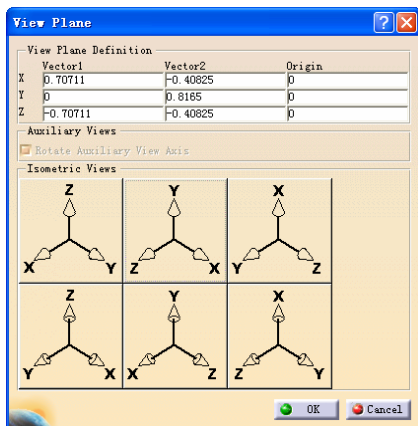

图 6-152
② 如图 6-152 所示，在 View Plane Definition（视图平面定义）输入所需的值，或者从 Isometric Views（轴测视图）选项组中选择所需的预定义轴测视图向量，单击 OK 按钮，轴测视图平面定义随即更新。